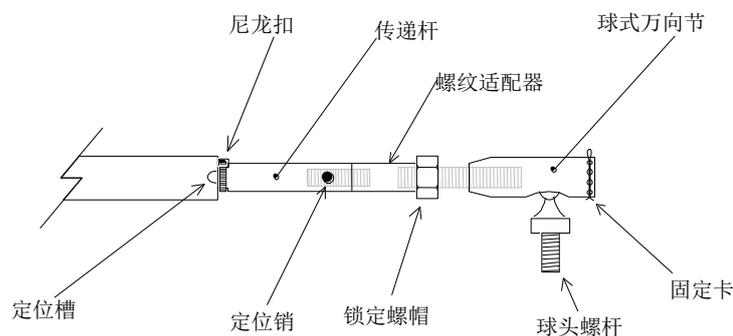

图2—4420—12/25型详图
**安装4420-12或4420-25时应特别注意：**安装后读数不在正常量程内，可以通过图2所描述的调节螺杆和锁定螺帽进行额外调整。为了利用这一特点，应在线圈装置末端把传感器连接到锚杆上。将裂缝计另一端放在锚杆螺孔上（但不要连接）。如果读数不在正常量程内（表2），松开锁定螺帽（图2），转动万向节，改变其相对于传感器传递杆的位置。传感器传递杆自身不能转动，当转动万向节时应握住传感器传递杆。调整完后，再一次在锚杆上方校正万向节固定螺栓并检查读数，当读数在正常量程内显示，将球头固定螺杆旋进锚杆。